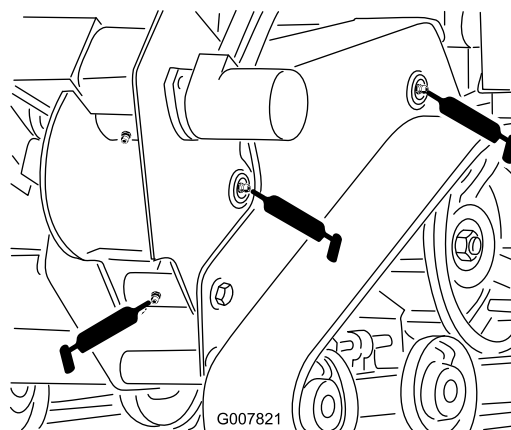
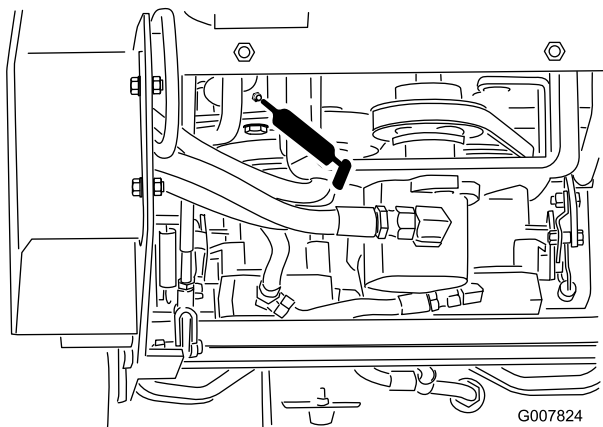

Figure 27
Figure 30
3. Raccordez une pompe à graisse à chaque graisseur (Figure 27 à Figure 30).